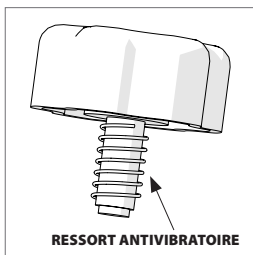

Fig. 2c
- Vis de blocage des glissières et ressort antivibratoire (**Fig. 2c**)